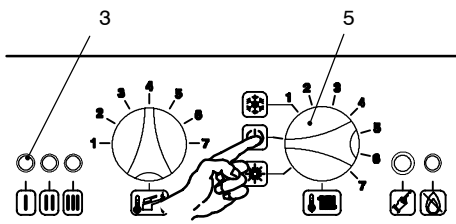

fig. 6.5
- 21 Spegner la caldaia portando il selettore 5 sulla posizione "☹" fig. 6.5